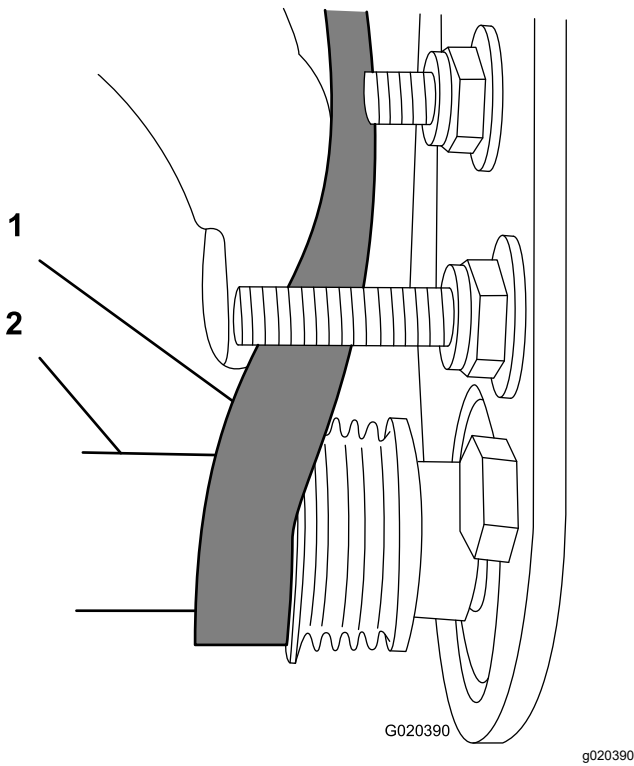

図 27
- C. 9/16" 深穴ソケットを使ってブラシアセンブリを回転させながら、ベルトを受動プーリに掛けまわす 図 27。